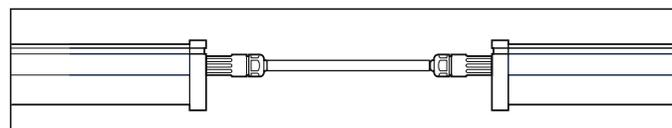

Рис. 1
- Осветительные приборы по умолчанию оснащены сквозной проводкой для подключения в линию (рис. 1), а также герметичными наружными разъемами для быстрого подключения кабеля. Разъемы оснащены заглушками, поддерживающими герметичность. Заглушку перед подключением кабеля к разъему необходимо удалить. **Внимание!** В случае отсутствия подключения кабеля к разъему необходимо убедиться, что заглушка установлена. В противном случае герметичность разъема будет нарушена. Максимальное количество осветительных приборов для подключения в линию: для 36 Вт – до 25 шт. в линию; для 50 Вт – до 20 шт. в линию. **Внимание!** Соединительный кабель в комплект не входит.